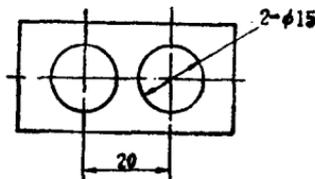

图 1-2
20. 用带圆弧面卡脚(卡脚宽度为5毫米)的游标卡尺测量零件的两孔径和中心距(见图1-2)测量孔径时的读数值为_____毫米,测量中心距时的读数值为_____毫米。